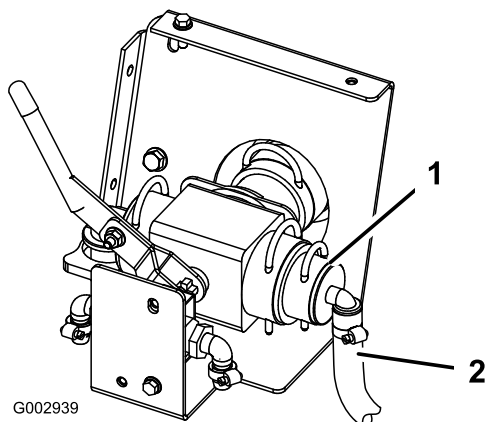

Figura 39
22. Conecte el conjunto de manguera de 3/4 pulgada al conjunto de la válvula de control que está orientado hacia la parte delantera del vehículo (Figura 39).